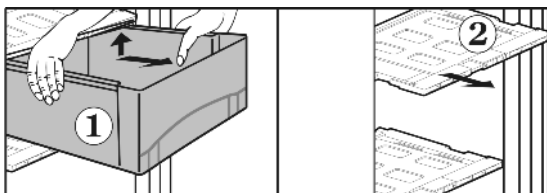

Fig. 5
- ▶ Выдвижные ящики Fig. 5 (1) извлеките до упора.
- ▶ У снятого выдвижного ящика крышку Fig. 5 (2) с регулятором влажности освободите из фиксаторов сверху, извлеките вперед.